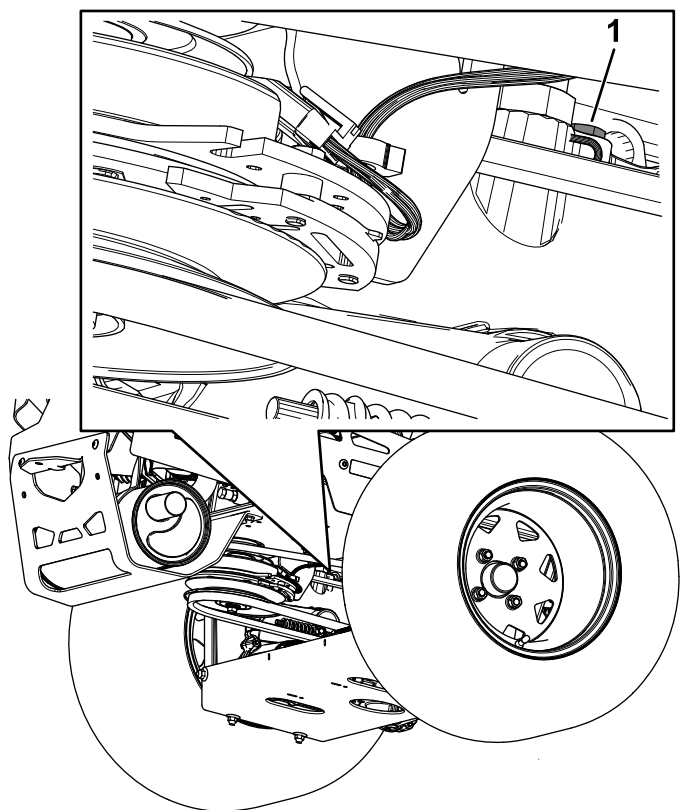

Figure 88
- **Système hydro ZT 5400** : utilisez une clé de 7/16 pouce pour accéder au bouchon d'aération par le dessous de la machine (Figure 88).